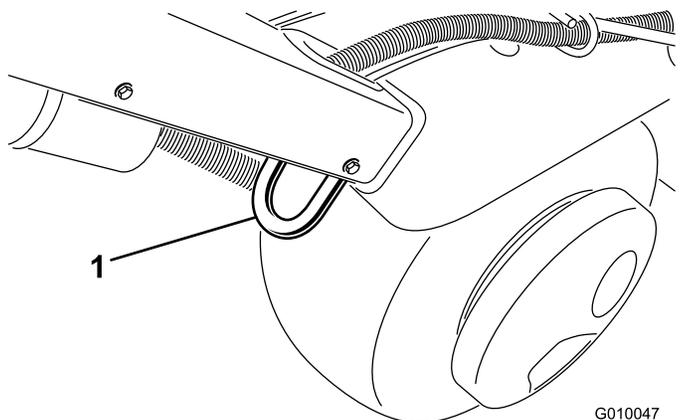
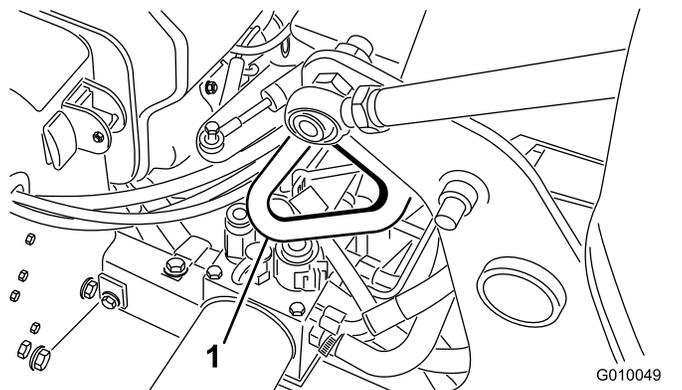

图32
图34
3. 通过打孔机的栓系点 图32 至 图34 用箍带、链条、缆绳或绳索将其牢固固定在拖车或卡车上。